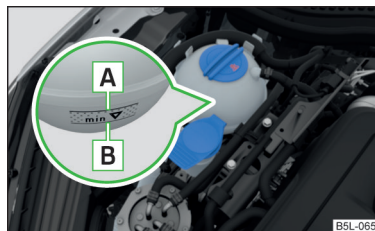

Fig. 162
La désignation du liquide de refroidissement est indiquée sur le vase d'expansion du liquide de refroidissement » fig. 162 à la page 196.
- Ne versez pas le liquide de refroidissement au-delà de la marque **A** » fig. 162 à la page 196.
vase d'expansion du fluide de refroidissement » fig. 162
► Contrôlez le niveau du fluide de refroidissement dans le vase d'expansion de fluide de refroidissement » fig. 162.
A » fig. 162.